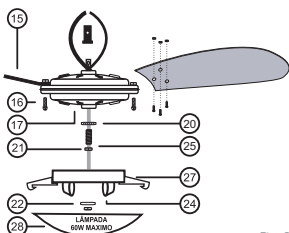

Fig. 02
- 3° - Depois de realizado todo o processo para fixar o ventilador, coloque as lâmpadas, em seguida encaixe o acabamento (28) no plafon (27). Fig. 02.